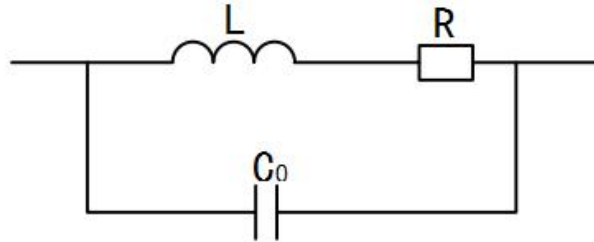

图 1-5 电感器的等效电路
- 电感器的**固有电容**：电感线圈的各匝绕组之间通过空气、绝缘层和骨架而存在着分布电容。同时，在屏蔽罩之间、多层绕组的每层之间、绕组与底板之间也都存在着分布电容。这样，电感器实际上可以等效成如图 1-5 所示的电路。图中的等效电容 C_0 就是电感器的固有电容。分布电容的存在使线圈的 Q 值减小，稳定性变差，且由于固有电容的存在，使线圈有一个固有频率或谐振频率，记为 f_0 ，其值为：